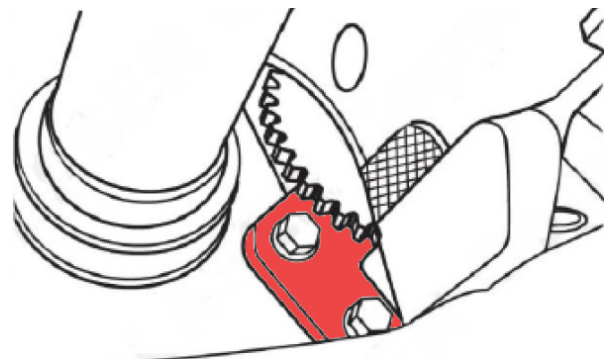

Fig.3
Especialmente desarrollada para motores en el BMW mini. Esta herramienta permite la inmovilización del volante de inercia / cigüeñal al aflojar y apretar la unión roscada de la polea de correa (véase la fig.3).
1. Retire la cubierta del volante de inercia e instale la herramienta (3) (véase la fig.3).
3. Retire la herramienta (3) y gire el cigüeñal al punto muerto superior de encendido del primer cilindro.